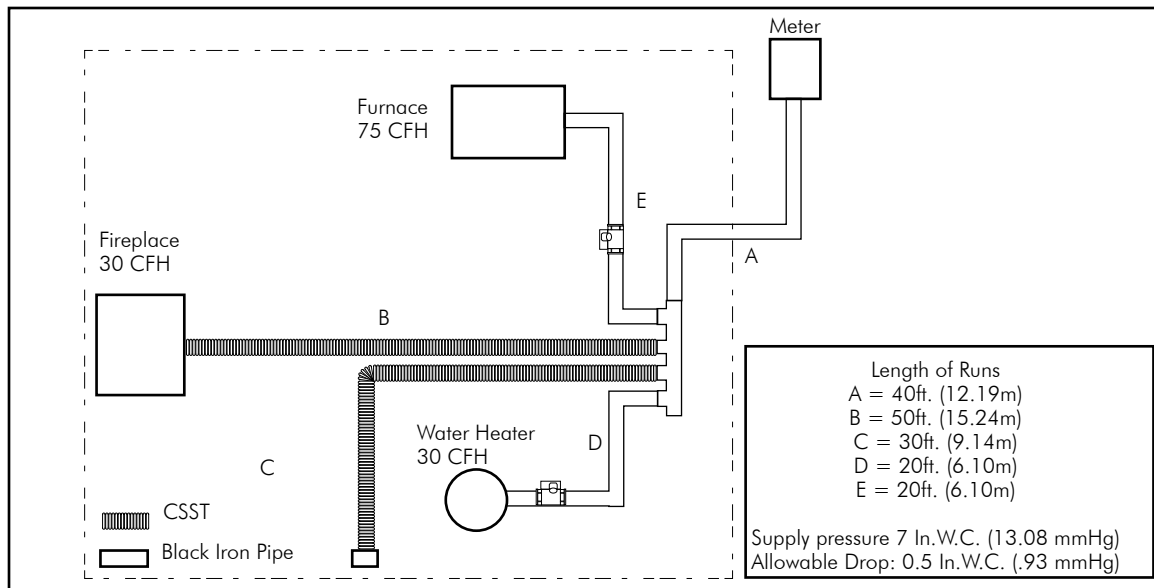

Fig. 3-6 Tuyau en fer noir et systèmes en acier inoxydable ondulé
1. Lorsque vous ajoutez Diamondback® à un système de tuyaux en fer noir existant, utilisez la méthode de la plus grande longueur expliquée ci-dessus dans ce chapitre. Dans la FIG. 3-6, la maison est dotée d'une conduite d'alimentation existante en fer noire d'un pouce. La pression d'alimentation est de 7 po col. H₂O (13,08 mmHg) avec une perte acceptable de 0,5 po col. H₂O (0,93 mmHg).
2. Pour calculer les dimensions de la section A, déterminez la charge totale de la maison (170 pi3/h) et le parcours le plus long, soit 90 pi (27,43 m). Le tableau N-8 (page 54) montre qu'un tuyau de 1 po (25) de diamètre a une capacité de 205 pi3/h à 90 pi (27,43 m). Le tuyau de 1 po (25) de diamètre traitera la charge.